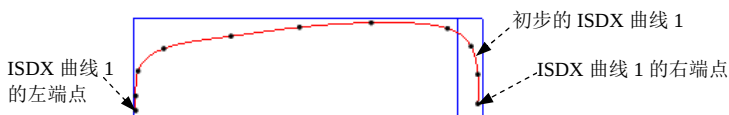

图 10.5.20 初步的 ISDX 曲线 1
(3) 创建初步的 ISDX 曲线 1。
① 单击 **样式** 功能选项卡 **曲线** 区域中的“曲线”按钮 。
② 在操控板中选择  曲线类型（创建位于活动平面上的曲线）。
③ 绘制图 10.5.20 所示的初步的 ISDX 曲线 1，然后单击操控板中的  按钮。